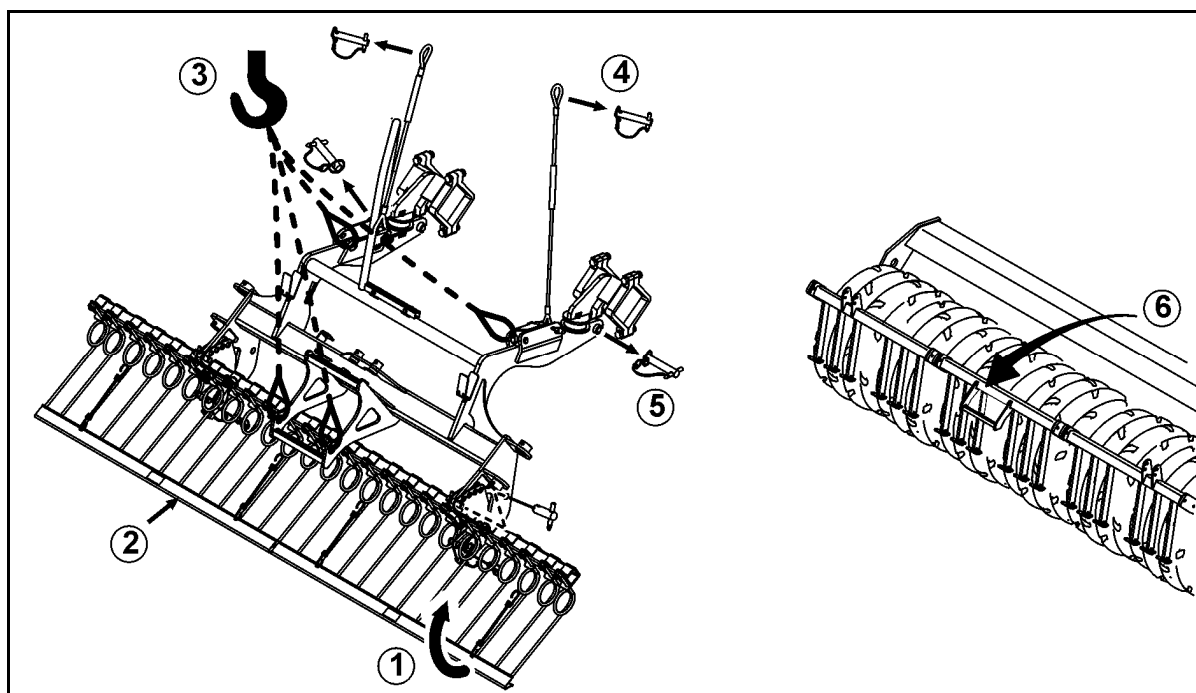

Fig. 34
1. Løft harvenheten, sett boltene i hullet og sikre med en splint (Fig. 34/1).
2. Monter trafikksikkerhetslist (Fig. 34/2).
3. Heng hekkharv over de fire festepunktene med en løftekran (Fig. 34/3)
4. Løsne trekkwire på maskinsiden (Fig. 34/4).
5. Trekk ut begge boltene på hekkharven (Fig. 34/5).
7. Monter avstrykerrammen med trinn (Fig. 34/6).